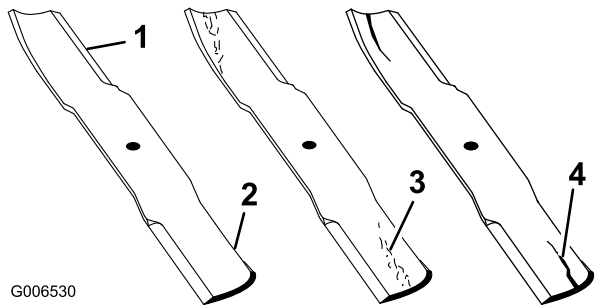

Figura 42
1. Inspeccione as extremidades de corte (Figura 42).
2. Inspeccione as lâminas, especialmente a área em curva (Figura 42).
**Nota:** Se verificar quaisquer danos, desgaste, ou a formação de ranhuras nesta área (item 3 em Figura 42), instale imediatamente uma lâmina nova.